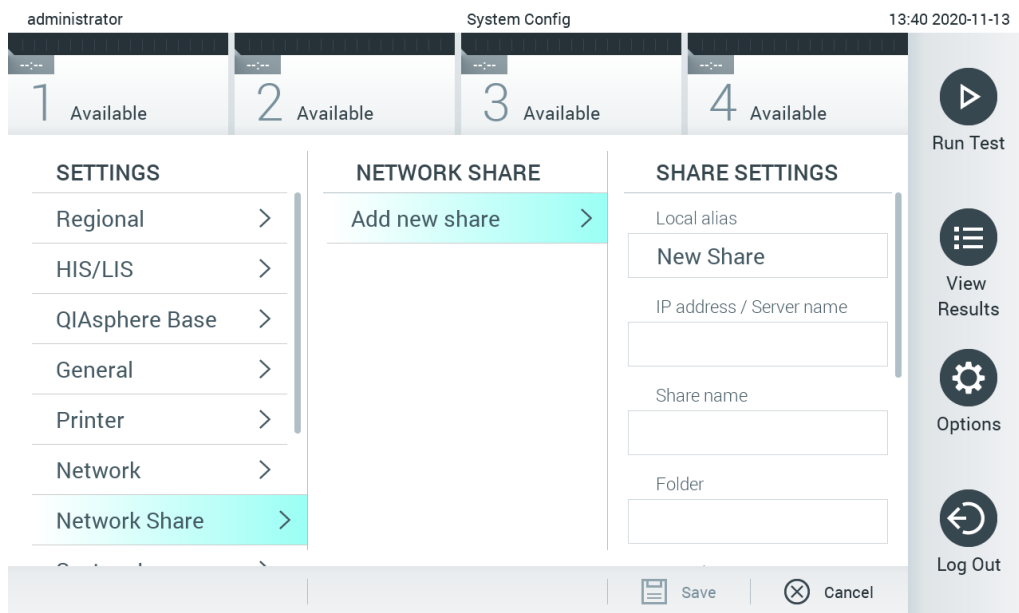

Figura 69. Adicionar um novo compartilhamento de rede.
3. Pressione o botão Add new share (Adicionar novo compartilhamento) (Figura 69).